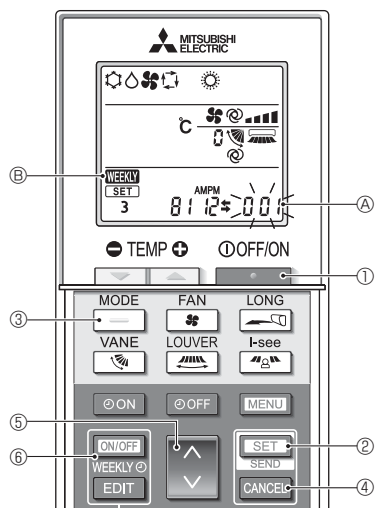

Fig. 4-12
#### 4.12.8. Como desactivar o modo Auto (Fig. 4-12)
1. Prima o botão **STOP** (1) para parar o aparelho de ar condicionado.
• Se o temporizador semanal estiver activo, prima o botão **ON/OFF WEEKLY** (6) para desactivar o temporizador. (**WEEKLY** (6) desaparece.)
2. Prima o botão **SET** (2) durante 5 segundos.
• A unidade entra no modo de definição de funções. (O número de definição do modelo do grupo (A) pisca.)
3. Prima o botão **DOWN** (5).
4. Concluir as definições (Fig. 4-12)